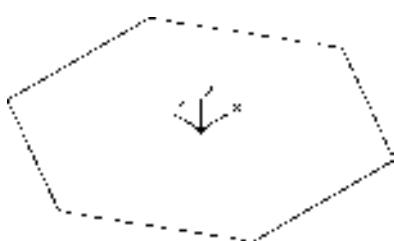

图 10-64 绘制六边形
① 单击“绘图”工具栏中的“多边形”按钮 $\square$ ，在坐标原点处绘制外切于圆，半径为“13”的六边形。单击“视图”工具栏中的“西南等轴测”按钮 $\diamond$ ，切换三维视图，结果如图 10-64 所示。